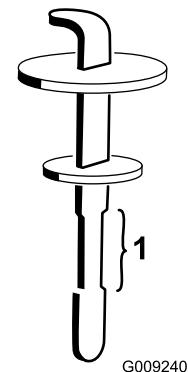

**Bild 87**
2. Heben Sie rechts an der Maschine die Abdeckung an, um den Hydraulikbehälterdeckel frei zu legen (Bild 87).
3. Reinigen Sie den Bereich um den Füllstutzen und den Deckel des Hydraulikölbehälters (Bild 87).